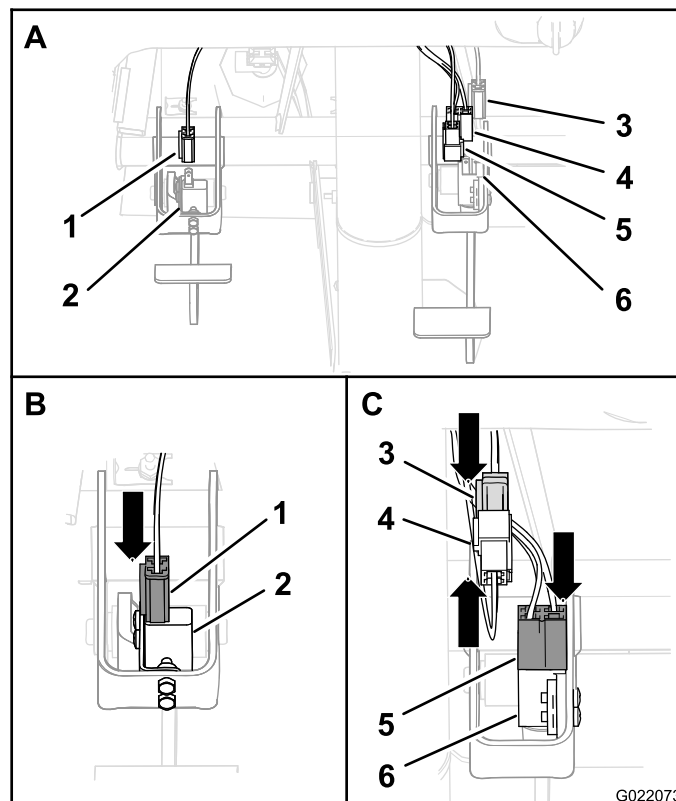

Figure 12
2. Branchez le connecteur à 2 douilles au contacteur de pédale d'embrayage (Figure 12).
A. Branchez le connecteur à 4 douilles au contacteur de pédale de frein (Figure 12).
B. Branchez le connecteur à 2 broches du faisceau de câblage de l'interrupteur au connecteur à 2 douilles du faisceau de câblage de la machine (Figure 12).